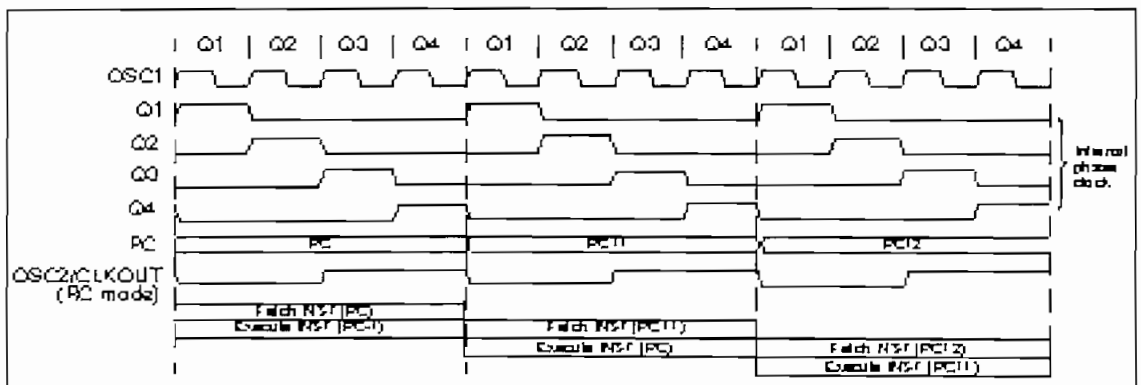

Figura 1.3 Diagrama de Tiempo de la ejecución de una Instrucción
Un ciclo de instrucción consiste de cuatro ciclos Q (Q1, Q2, Q3 y Q4). El ciclo de búsqueda empieza con el incremento del contador de programa en Q1. En el ciclo de ejecución, la instrucción buscada es retenida en el registro de instrucciones (IR) durante Q1, esta instrucción es decodificada y ejecutada durante el ciclo de Q2, Q3 y Q4. La memoria de datos es leída durante Q2 (operación de lectura) y escrita durante Q4. En la Figura 1.3 se muestra el diagrama de tiempo cuando se ejecuta una instrucción. Internamente el contador de programa (PC) es incrementado por Q1